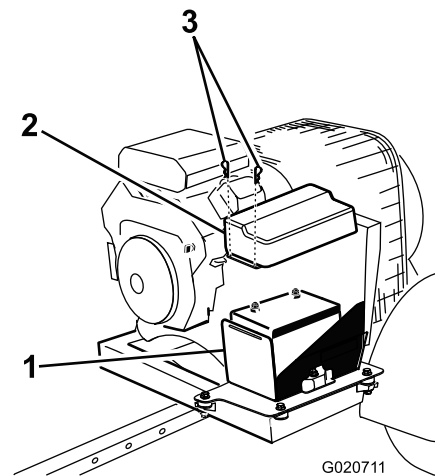

Bild 3
- Entfernen Sie die Clips, mit denen die Batterieabdeckung am Batteriekasten befestigt ist (Bild 3).